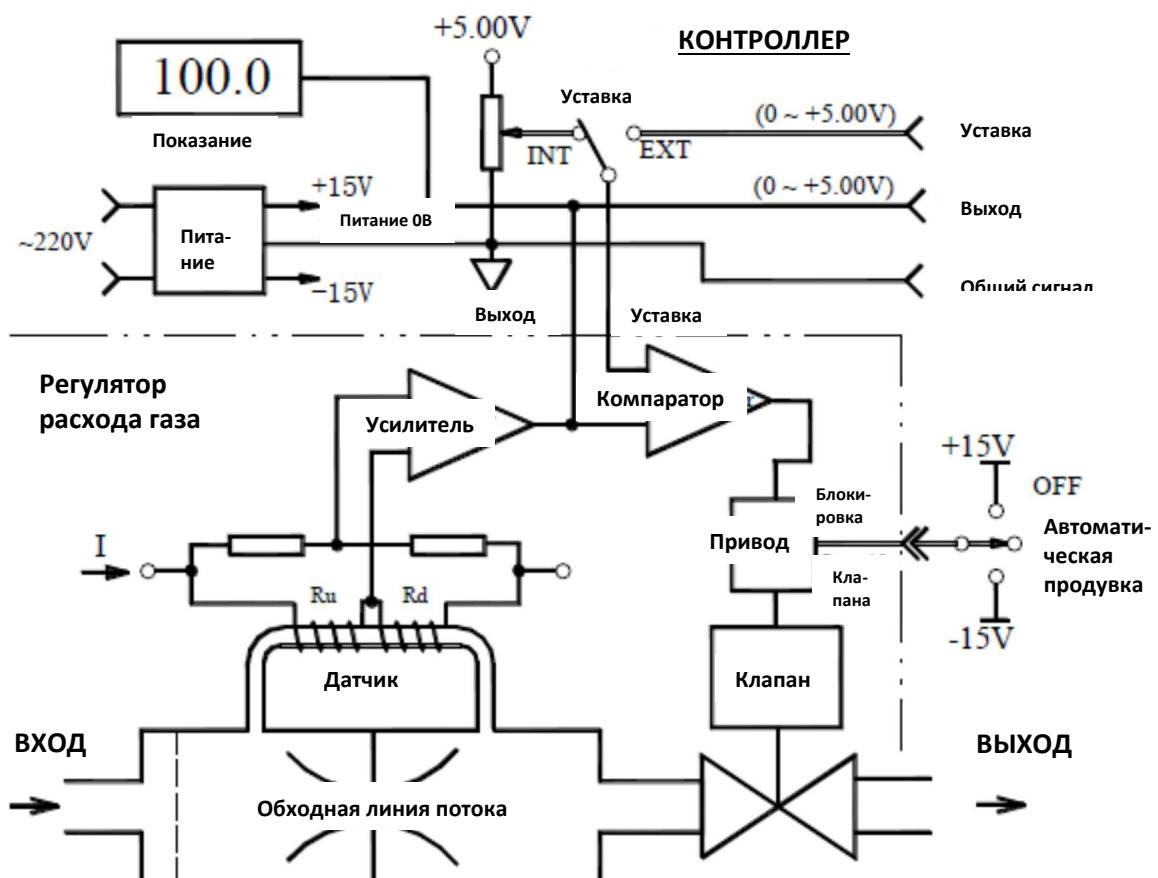

Рисунок 3. Принцип действия РРГ D07-60G
Габаритные размеры РРГ D07-60G и ИРГ D07-60GM показаны на рис. 3а,3б,3с,3д.
*Рисунок 3б. Габаритные размеры D07-60G*
*Рисунок 3с. Габаритные размеры ИРГ D07-60GM*
*Рисунок 3д. Габаритные размеры D07-60GM*
Когда переключатель клапана установлен в положение AUTO, пользователь может подключить провод управления клапаном к разъему с внешним сигналом управления (см. рис. 3 и рис. 9). Когда провод управления клапаном подключен к +15 В, клапан будет закрыт. Когда провод управления клапаном подключен к -15 В, клапан будет полностью открыт, будет находиться в положении максимальной продувки. Когда провод управления клапаном отключен, клапан будет находиться в положении автоматического управления.